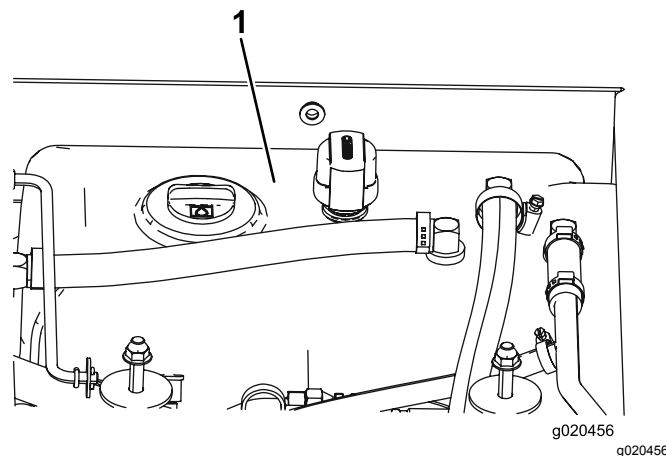

Figura 98
3. Encha o reservatório (Figura 98) com fluido hidráulico; consulte Verificar o fluido hidráulico (página 30).